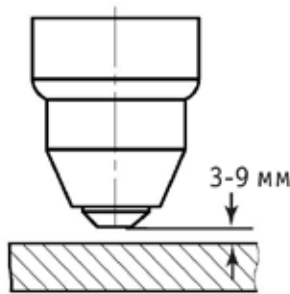

Рис. 7.7. Выбор расстояния от сопла плазматрона до разрезаемого изделия.
- **Расстояние до разрезаемого изделия (См. рис. 7.7).**